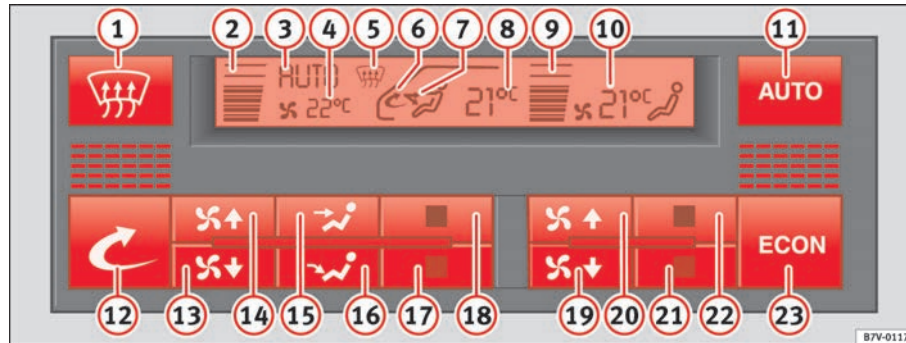

Abb. 118 In der Instrumententafel: Bedienelemente Climatronic
- Drücken Sie die jeweilige Taste ⇒ **Abb. 118**, um eine Funktion ein- oder auszuschalten.